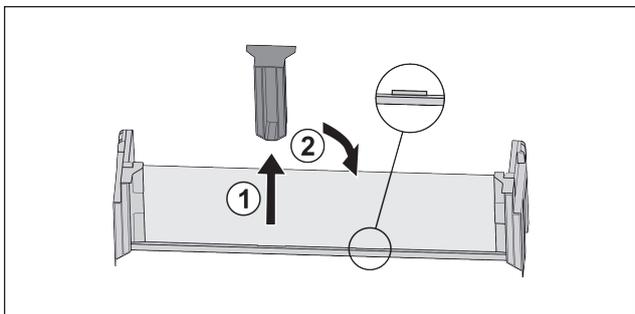

Fig. 124
- ▶ Skinite srednji pridrži dio Fig. 124 (1).
- ▶ Umetnite srednji pridrži dio na drugom položaj Fig. 124 (2).